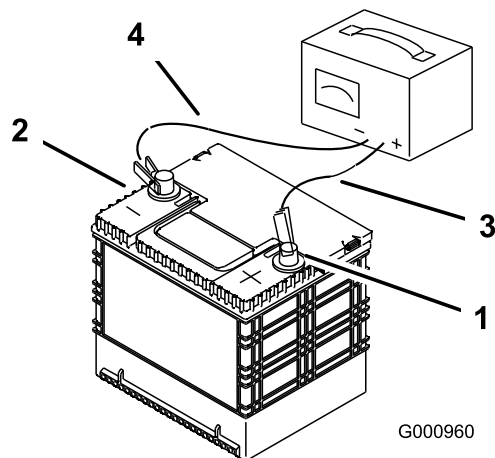

図 77
2. 充電が終わったら、チャージャのプラグをコンセントから抜いてから、チャージャのリード線をバッテリー端子から外す 図 77。